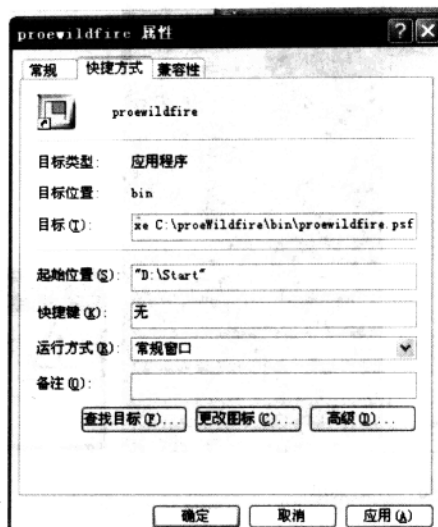

图 1-5 启动命令属性的设置
- (1) 在工作磁盘上新建起始目录，如“D:\Start”。
- (2) 在“开始”→“程序”→Pro/ENGINEER 子菜单中，鼠标指到 Pro/ENGINEER 系统的启动命令（如 proewildfire），单击鼠标右键，选择“属性”命令后显示如图 1-5 所示对话框。选择“快捷方式”选项卡，在“起始位置”文本框输入起始目录的全路径，如“D:\Start”；